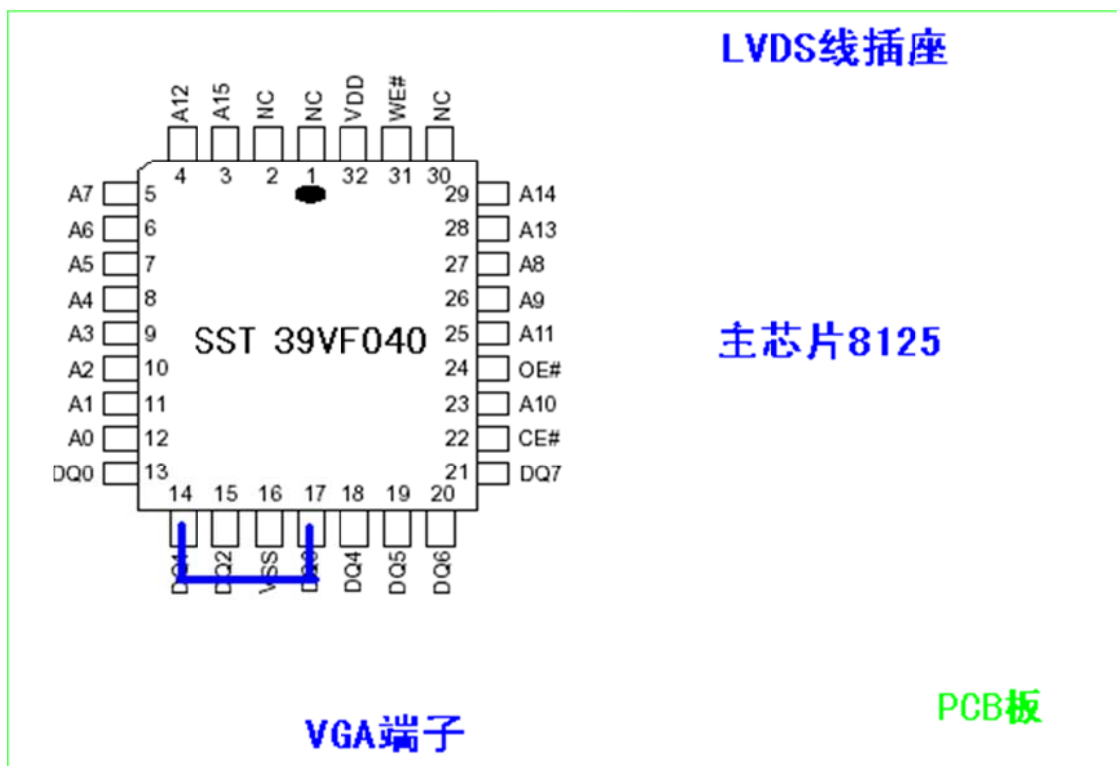

图 6 复位引脚示意图
**具体复位方法：**在上电的时候，短路 SST 39VF040 的 #14 脚和 #17 脚，即板子上靠近 VGA 端口一侧的 #1 脚和 #4 脚，如图 6 所示：